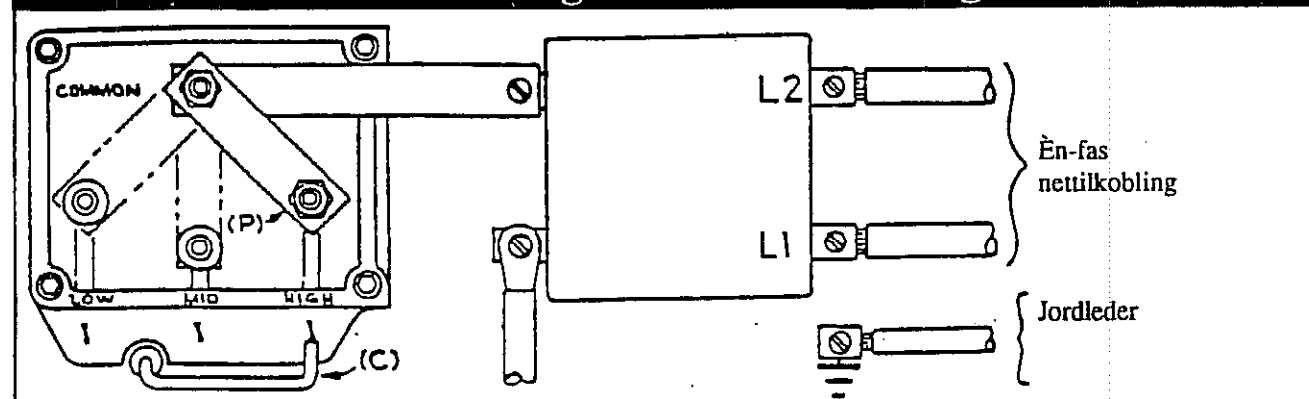

Fig. 1
Dataskiltet på fronten vil angi hvilke nettspenninger maskinen er bygget for (Normalt 220/380/440 V). Maskinen er vanligvis koblet for høyeste nettspenning (440 V). Ved annen nettspenning må både koblingsskinne (P) og styreledning (C) omkobles i overrensstemmelse med virkelig nettspenning (Se. fig. 1).